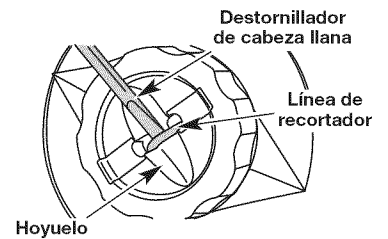

Fig. 15
2. Con la ayuda de un destornillador plano, inserte la punta en la hendidura de línea que está exactamente debajo de la parte de la línea expuesta (Fig. 15).